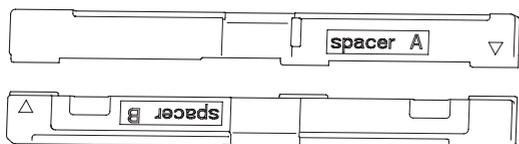

Fig. 2
- 1) Разделите прокладку у соединяемой части на 2 элемента. (Fig. 2)